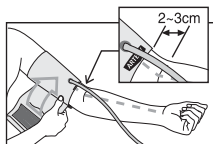

Рис.8
3. Оберните манжету вокруг руки так, чтобы нижняя кромка манжеты находилась на расстоянии 2-3 см от локтевого сгиба. Метка с надписью «ARTERY» должна находиться над артерией руки (рис. 8).